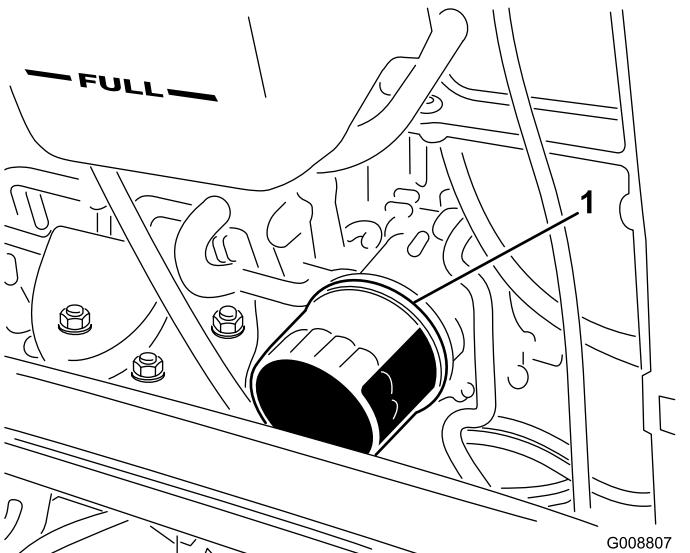

Figure 53
2. Déposez le filtre à huile (Figure 53). Appliquez une fine couche d'huile propre sur le joint du